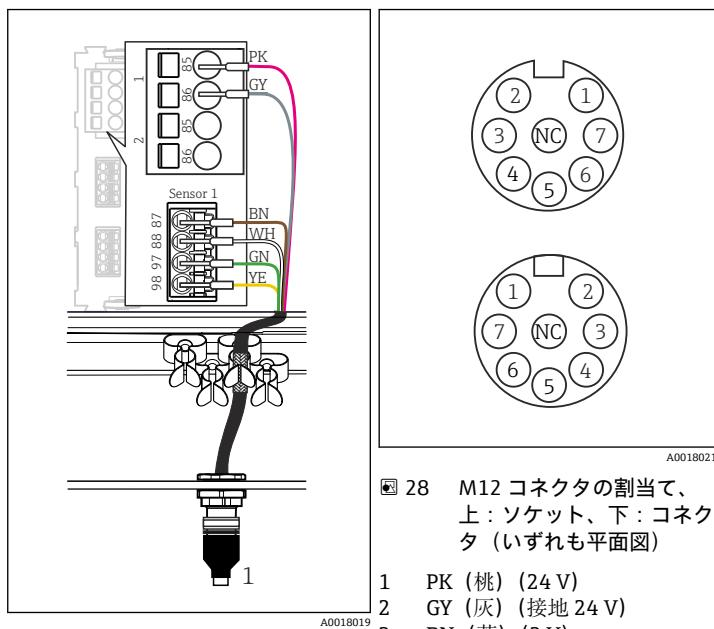

図 27 M12 コネクタ (センサモジュールの例)
- オプション：センサケーブルプラグを、機器底面にある M12 センサソケットに接続します。このタイプの接続では、機器は工場すでに配線されています (→ 図 27)。